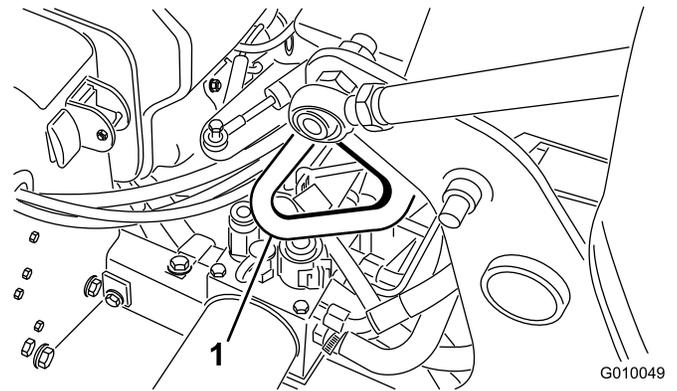
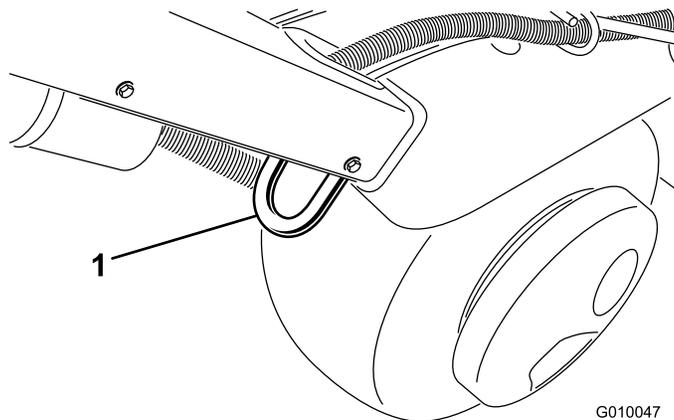

Figura 34
Figura 32
3. Sujete el aireador firmemente por los puntos de amarre (Figura 32 - Figura 34) al remolque o al camión con correas, cadenas, cables o cuerdas.